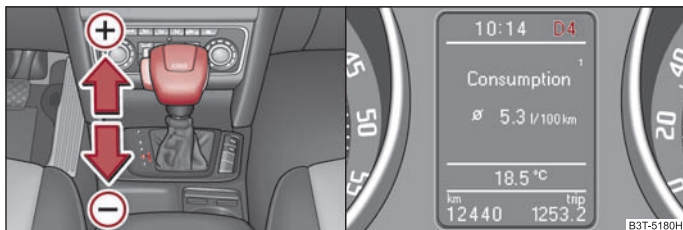

Fig. 138 Selector: selectarea manuală / display-ul informativ: selectarea manuală a vitezelor
Poziția selectorului de viteze se afișează, împreună cu treapta de viteză selectată, pe afișajul informativ al panoului de bord ⇒ fig. 138 - dreapta.
- Apăsați scurt selectorul (în poziție Tiptronic) spre față pe ⇒ fig. 138 (+).